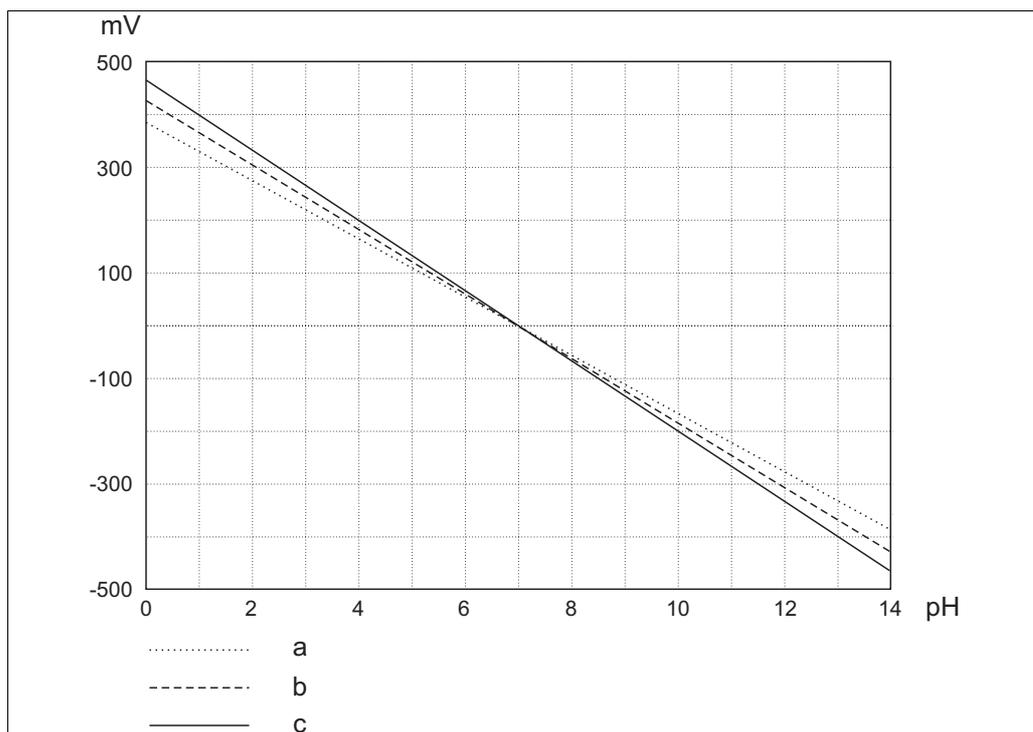

Fig. 4: Isotherme
– Le isoterme del sensore ISFET sono molto prossime ai valori teorici (→ Fig. 4), il che conferma l'elevato grado di precisione di misura del pH del sensore.